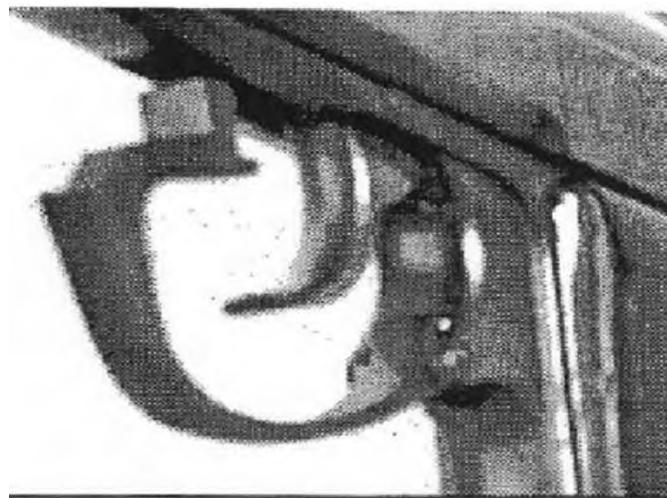

Рисунок 3.6 – Установлення спускової скоби на рамку для розбирання
- 6) натисніть на спускову скобу вліво або вправо, спираючись її краєм на раму пістолета (рисунок 3.6);